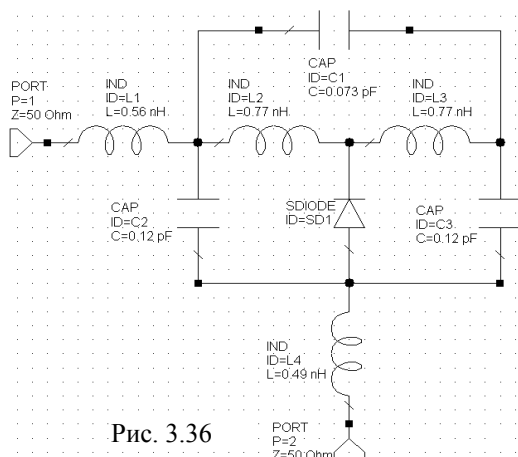

Рис. 3.36
- Щёлкните мышкой по значку **Port** на панели инструментов и подключите вход к левому выводу первой индуктивности. Затем подключите порт к свободному нижнему выводу последней индуктивности, предварительно развернув его на 90 градусов. Должна получиться схема, показанная на рис. 3.36.
- Дважды щёлкая по элементам индуктивностей и емкостей, отредактируйте их параметры, как показано на рис. 3.36.